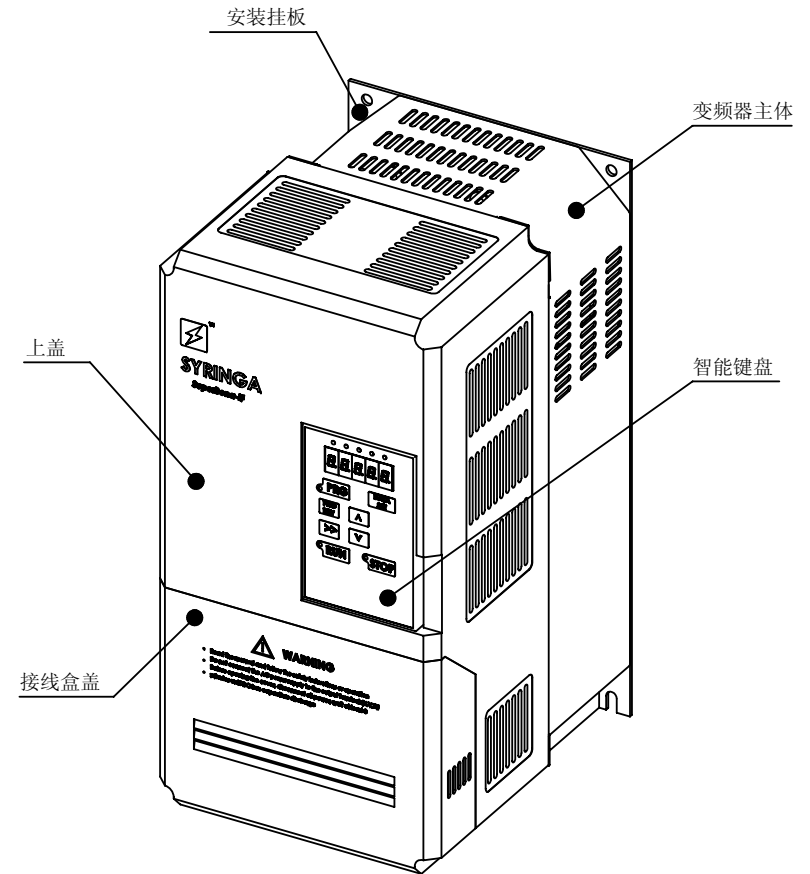

图 3-1 变频器外形图
1、SuperBona-iF/iP 系列变频器外形参见图 3-1。